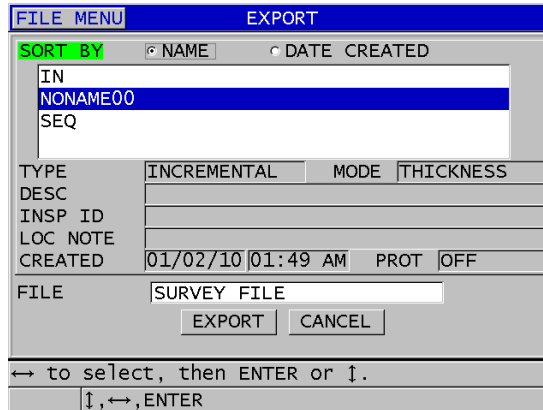

Figura 14-8 Tela EXPORT (EXPORTAR)
5. Na tela **EXPORT** (EXPORTAR) (consulte Figura 14-8 na página 287):